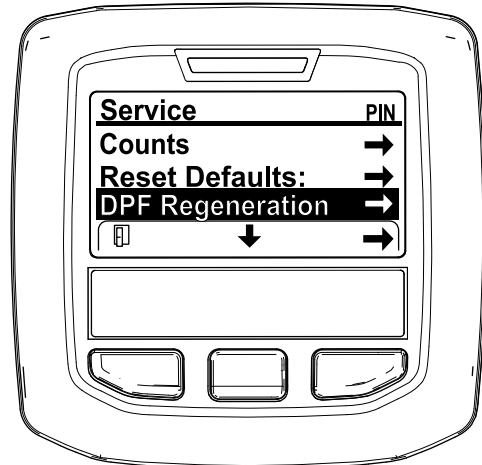

Figura 46
- No MENU DE MANUTENÇÃO, prima o botão do meio até surgirem as opções de REGENERAÇÃO DO DPF e prima o botão direito para selecionar a opção de REGENERAÇÃO DO DPF (Figura 46).